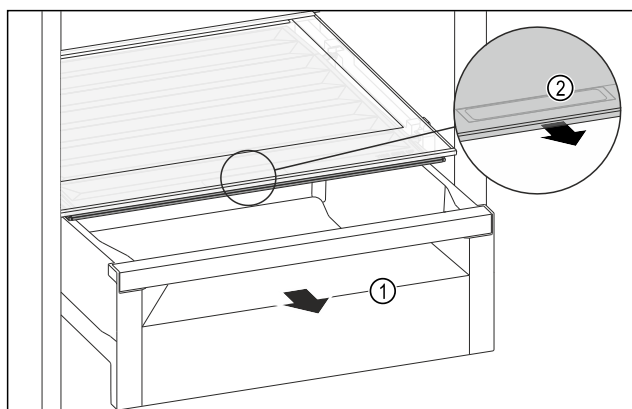

Fig. 124
- ▶ Træk skuffen Fig. 124 (1) ud.
- ▶ Tag fat i grebsforsænkningen Fig. 124 (2) i bokslåget, og træk samtidigt bokslåget frem.